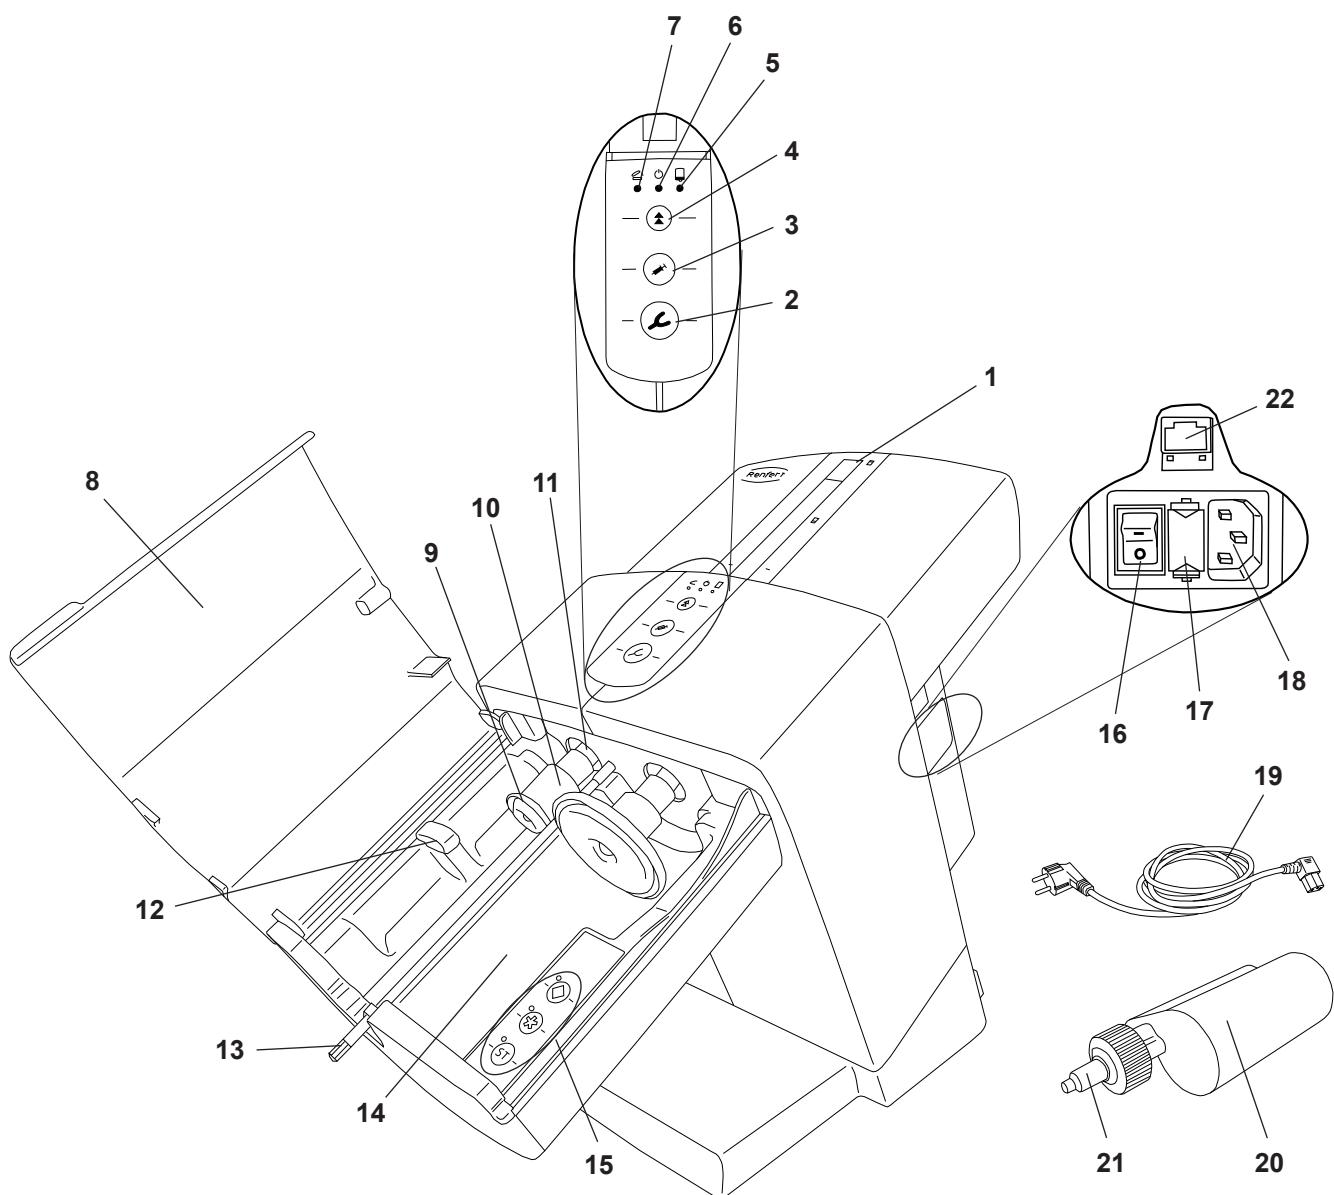

Fig. 1
- ⇒ Introduceți cablul de rețea din pachetul de livrare (19, Fig. 1) în fișa de conectare la rețea (18).
- ⇒ Conectați aparatul de la întrerupătorul de rețea (16).
- ⇒ Închideți clapeta aparatului (8, Fig. 1).
- ⇒ Apăsați tastă de mers înapoi (4).
- ◆ Discurile de presiune (9, Fig. 1) se deplasează înapoi până la poziția inițială și se opresc acolo.
- ⇒ Îndepărtați siguranța de transport (23).
Introducerea, precum și schimbarea unui cartuș se pot realiza numai dacă cele două discuri de presiune (9, Fig. 1) se află în poziția inițială.
- ⇒ Apăsați tasta de mers înapoi (4).
- ⇒ Deschideți clapeta aparatului (8, Fig. 1).
- ⇒ Introduceți cartușul (20) în aparat. Vă rugăm să aveți în vedere așezarea corectă a cartușului sub ciocul opritor (12).
- ⇒ Apăsați tasta-program pentru programul de amestecare (15), a se vedea și cap. 5.1.1.
Clapeta aparatului se poate închide numai cu cartușul introdus corect. Atât timp cât clapeta aparatului nu este închisă conform prescripțiilor, se aprinde LED-ul roșu „Clapetă aparat deschisă“ (7, Fig. 1).
- Lingură de amprentă (2), viteza ridicare de scoatere prin presare sau
- Dispenser (3), viteza scăzută de scoatere prin presare
- ◆ Capul hexagonal de amestecare (13, Fig. 1) începe să se rotească și se inserează automat în duza malaxorului (21, Fig. 1) și se oprește apoi din nou.